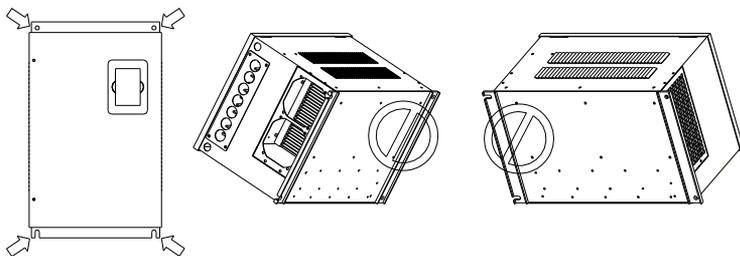

图 1-3 变频器安装示意图
- 变频器装在控制柜内，应保证控制柜与外界通风流畅。请垂直安装变频器，便于热量向上散发，不能倒置；若柜内有较多变频器时，为保证变频器的散热空间最好将变频器并排安装；在需要上下安装时，请安装隔热导流板（详见图 1-3）。